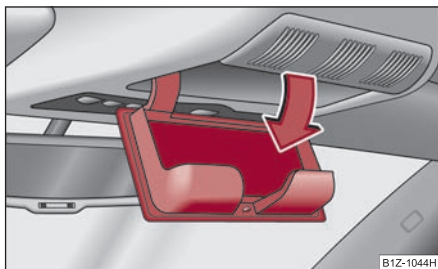

Abb. 109 Ausschnitt des Dachhimmels: Ablagefach für Brille
- Drücken Sie auf den Deckel des Ablagefaches, das Ablagefach klappt nach unten auf ⇒ Abb. 109.